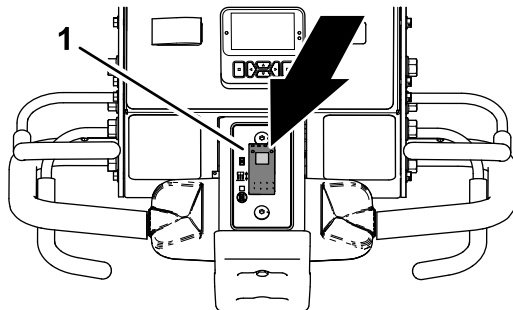

Figure 82
1. Appuyez sur le haut de la commande d'abaissement (Figure 82) pour sélectionner la position ABAISSEMENT DIFFÉRÉ.